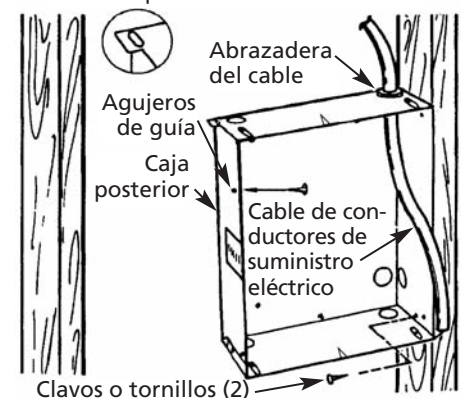

Figura 2
- Determine qué lado de la caja posterior va a montarse contra un poste o madero y doble las pestañas en las esquinas posteriores 90 grados hacia afuera de manera que la caja posterior quede encuadrada con el poste o madero después de instalarla (consulte la Figura 2).
- Coloque la caja posterior topada contra los lados de los postes o maderos y fijela usando clavos o tornillos según se muestra en la Figura 2.
AVISO: Se han proporcionado agujeros de guía para tornillos No. 8 para hoja metálica en los lados de la caja posterior. Después de instalar el cielo raso o la pared acabada, atornille un tornillo para hoja metálica No. 8 (m4) (se recomienda usar uno de 1 pulg. de largo) en el lado de la caja no montado en el poste o madero. Esto impedirá que la caja posterior se desprenda o suelte cuando se instala el conjunto del calentador. (Consulte la Figura 2, página 2).